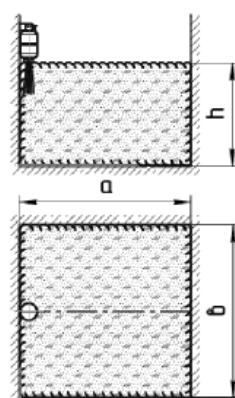
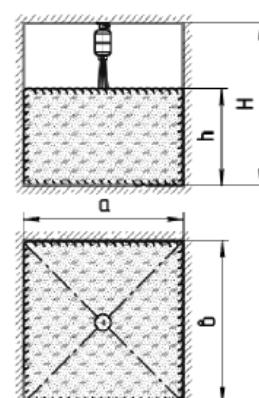

Figura 4
Figura 5
6.6 Aria de acoperire a jetului de pulbere și reprezentarea acesteia în zona focarului sunt prezentate în Figura 5 și în Tabelul 2 pentru MPP cu montaj pe tavan, respectiv în Figura 4 și în Tabelul 3 pentru MPP cu montaj pe perete.